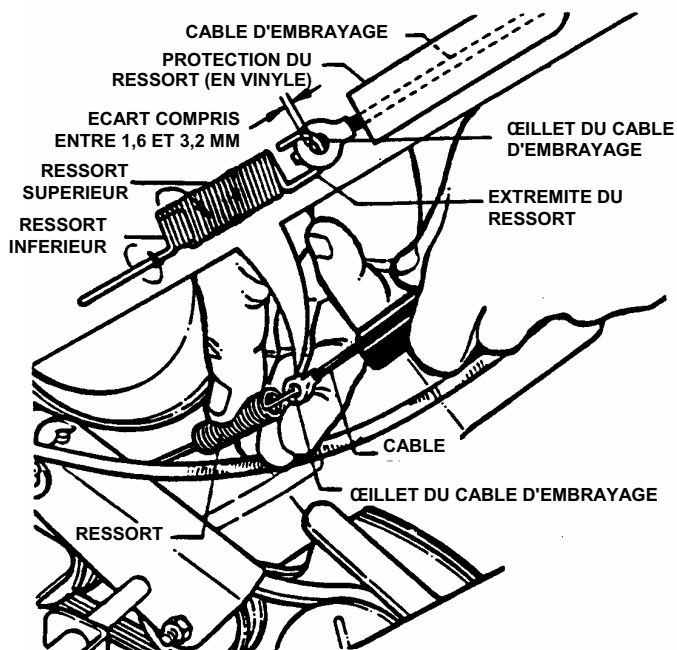

FIGURE 4.5
1. La commande des roues motrices est correctement réglée lorsque l'écart entre la partie intérieure du ressort et le centre de l'œillet du câble d'embrayage est compris entre 1,6 et 3,2 mm, si la commande des roues motrices est relâchée. Voir figure 4.5.